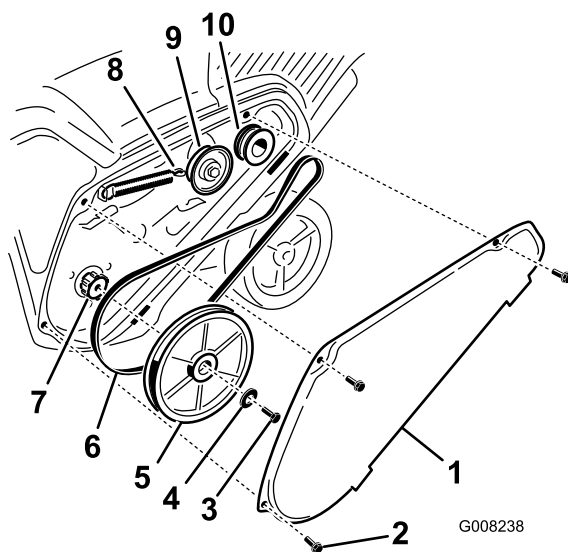

Рисунок 36
1. Снимите кожух ремня привода, вывернув 3 болта, как показано на рисунке Рисунок 36.
- Отсоедините пружину тормоза от поворотного рычага для снятия натяжения ремня (Рисунок 36).
- Выверните винт и снимите изогнутую шайбу, которые удерживают шкив ротора (Рисунок 36).
- Снимите шкив ротора и ремень привода (Рисунок 36).
расположенный непосредственно над валом ротора (Рисунок 36).
6. Наденьте шкив ротора на вал ротора (Рисунок 36).
7. Вверните болт шкива ротора с изогнутой шайбой и надежно затяните его (Рисунок 36).